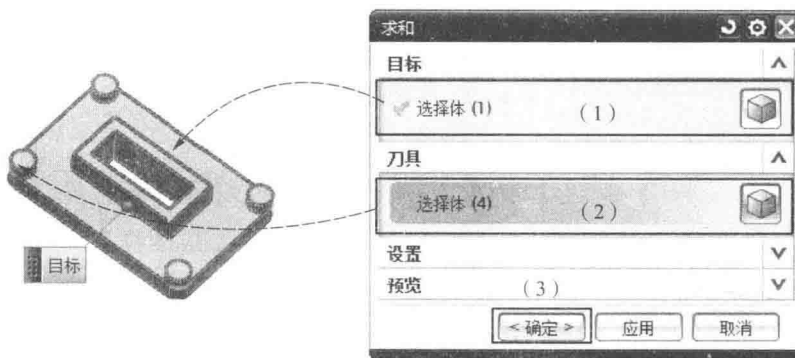

图1-13 【求和】对话框
(1) 依次单击【插入】—【组合】—【求和】命令 **求和(U)**,弹出如图1-13所示的【求和】对话框。在【目标】区域中,选择方形实体为目标体;